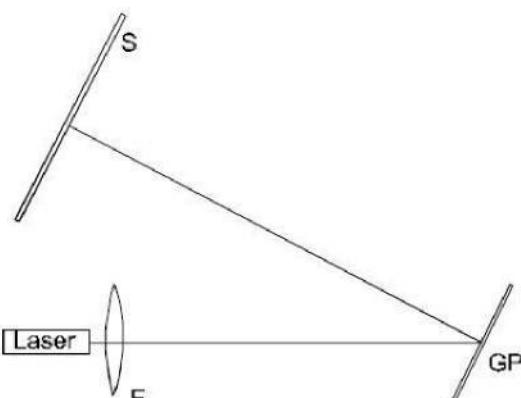

Fig.1 Appareillage expérimental (F = lentille, GP = plaque en verre, S = écran en verre mat)
- Placez le laser (sans lentille) dans l'autre angle du tableau métallique afin que le rayon che-mine parallèlement au côté long de ce tableau (voir Fig. 1).